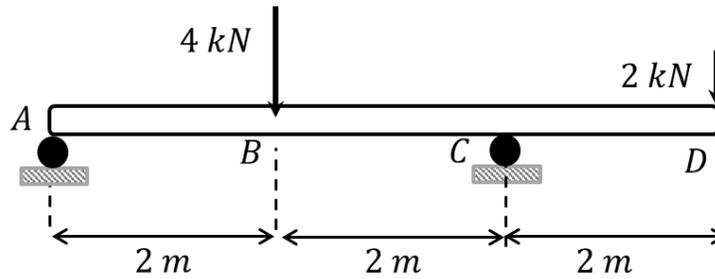

Fig. 8.7.
8.3.- Dibujar un diagrama continuo de fuerza cortante y torque flector de la viga cargada por dos fuerzas puntuales mostrada en la Fig. 8.7.